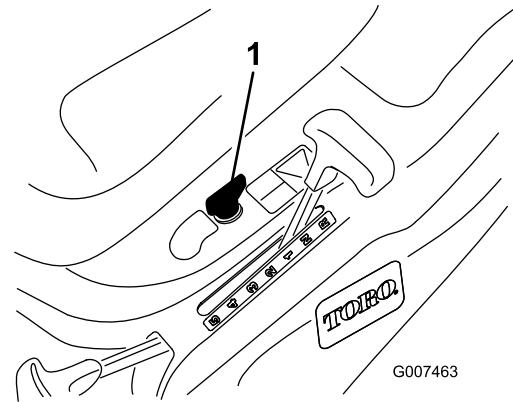

Figura 14
2. Inserte la llave KeyChoice en el interruptor (Figura 14).